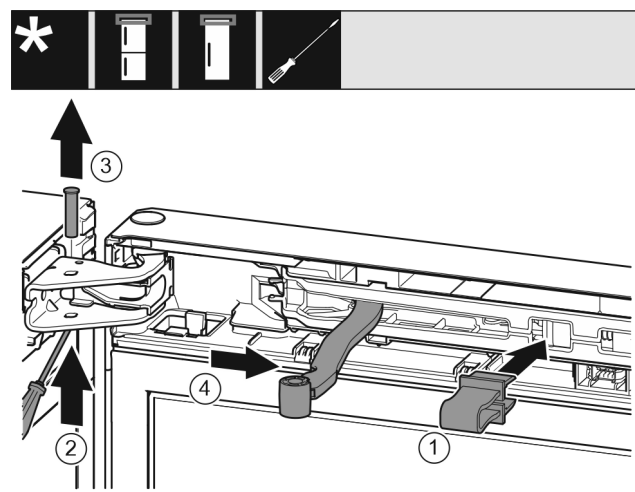

Fig. 9
- Pojistku Fig. 9 (1) nechte zapadnout do otvoru.
- Vyšroubujte čep Fig. 9 (2).
- Čep Fig. 9 (3) vyjměte nahoru.
- ▶ Otočte kloub Fig. 9 (4) směrem ke dveřím.